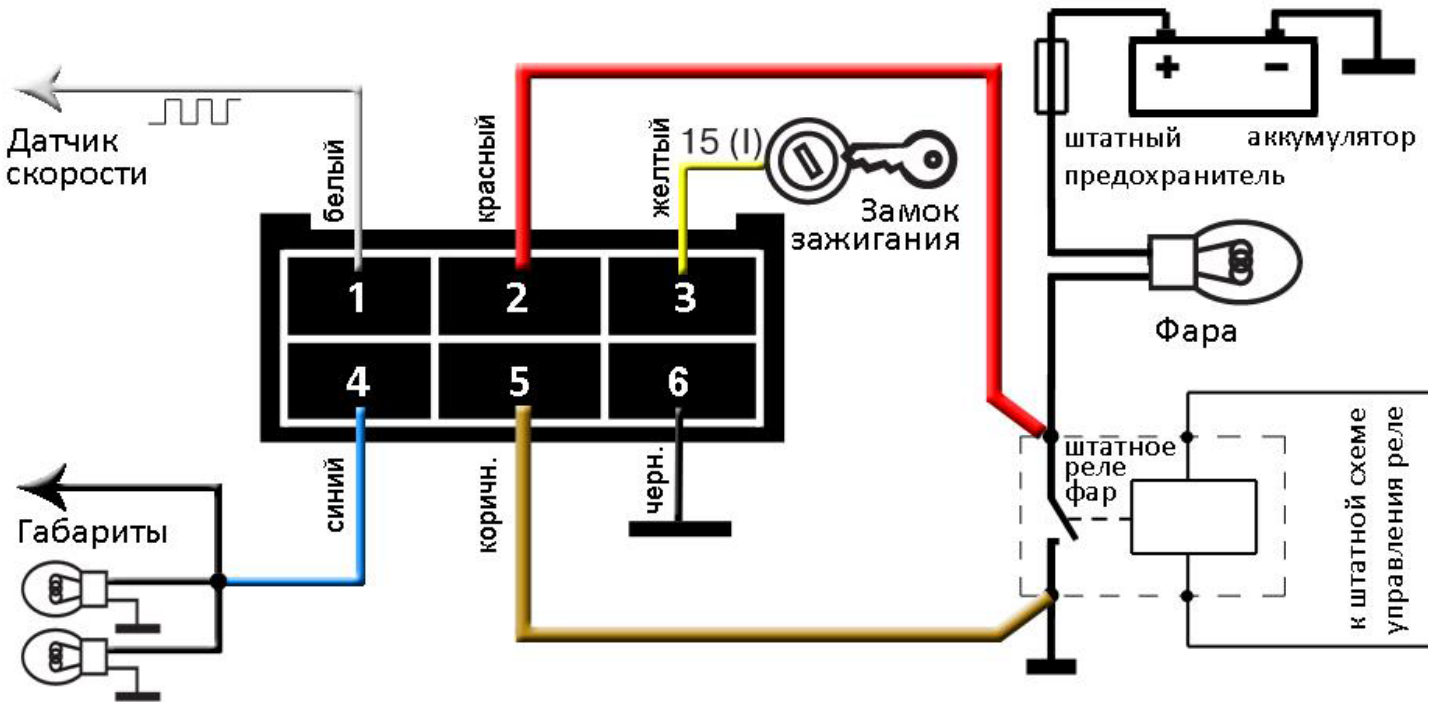

Рисунок 2
2. **Дальний свет** (сечение 1мм^2). Подключается к проводу, подключенному к контакту штатного реле включения света лампам дальнего света, который подключен к лампам фары (см. рис.2). Точка подключения должна быть как можно ближе к реле.